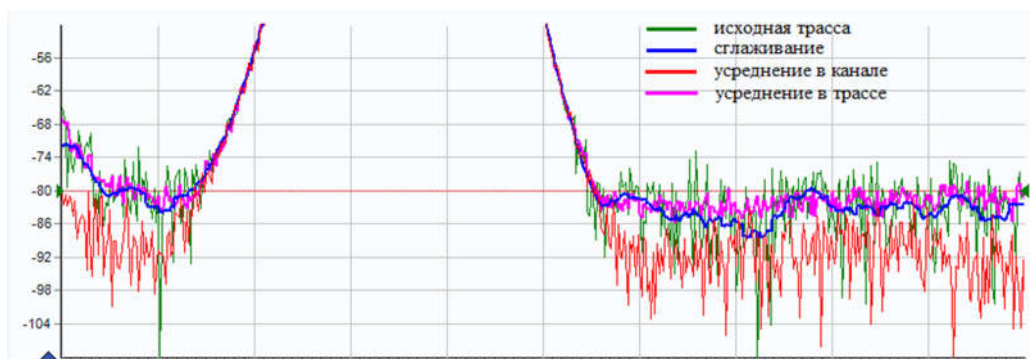

Рисунок 2.85 – Сглаживание и усреднение трасс
2.3.2.7.19 Функция сглаживания применяется, в общем случае, для подавления случайной составляющей в трассе. Аналогичную задачу подавления шумов решает процедура межкадрового усреднения (рисунок 2.85). Усреднение может выполняться в измерительном канале¹⁾, либо в трассе²⁾.
2.3.2.7.21 Для уменьшения дисперсии отображаемого шума (рисунок 2.85) можно использовать межкадровое усреднение данных трассы.